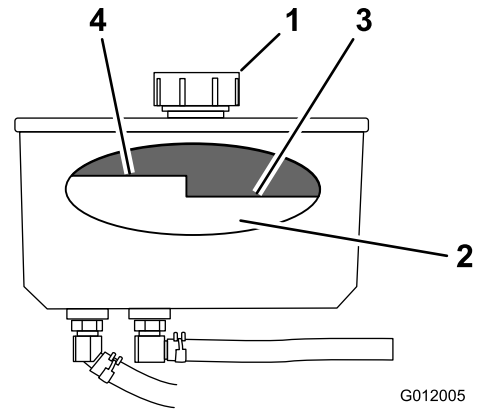

図 72
4. 油圧オイルタンクの注油口周辺をきれいに拭く 図 72。
5. 給油口からキャップを取る 図 72。
注 オイルが暖かいとき、高温時FULLレベルの下までであれば適正である 図 72。